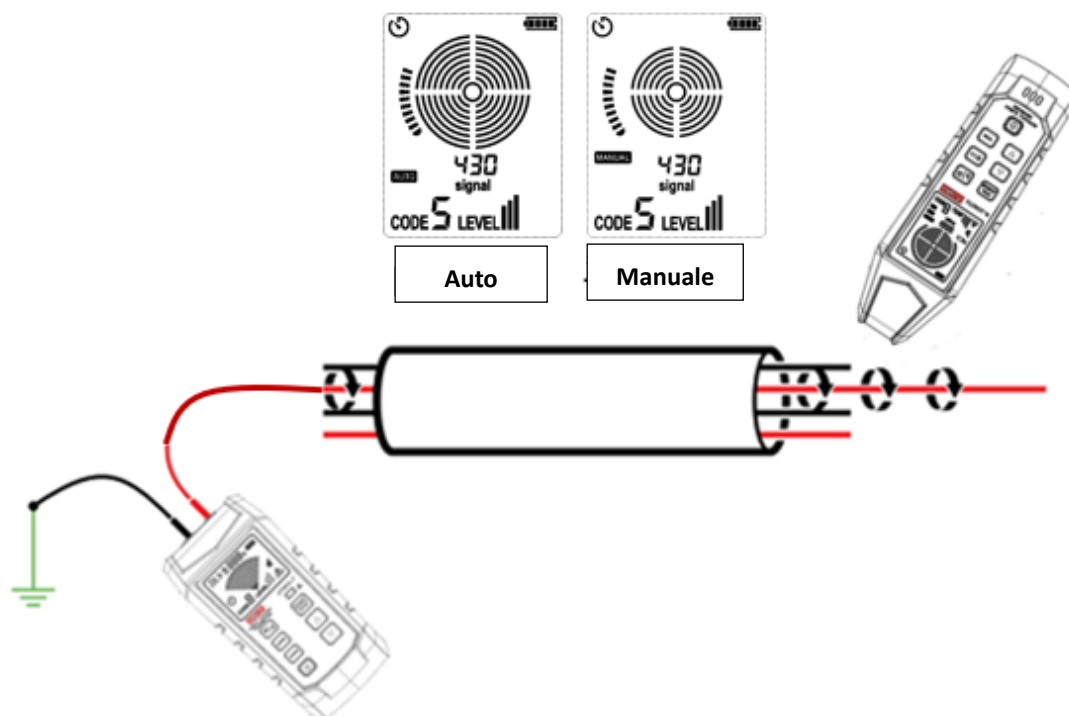

Figura 8.8.1a Identificazione del cavo specifico nel fascio di cavi
5. Vedere la Figura 8.8.1a per l'applicazione specifica.